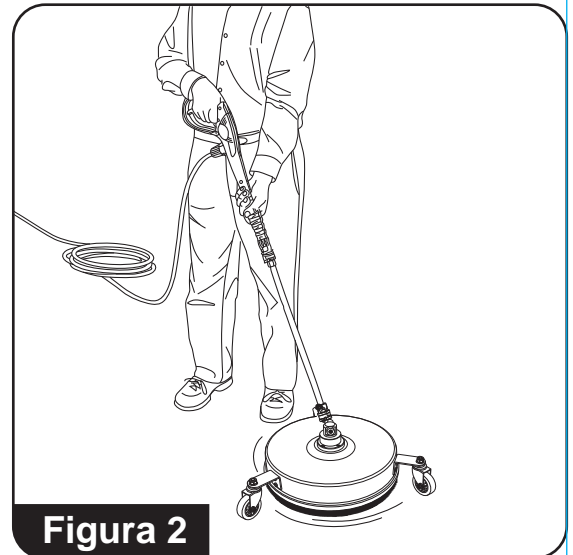

Figura 2
1. Apriete el gatillo y mueva la limpiadora de superficies hacia delante y hacia atrás o de lado a lado para empezar a limpiar (**consulte la Figura 2**).